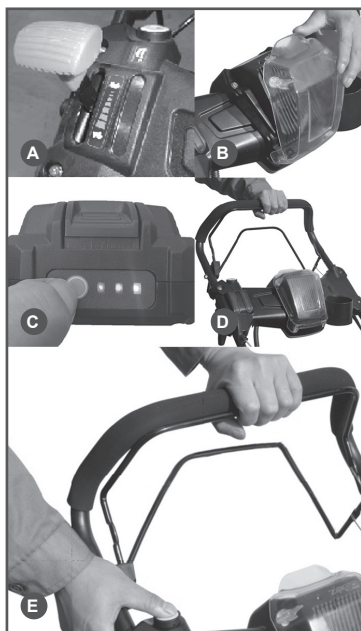

Рис. 9 Запуск двигателя электрическим стартером
1. Откройте крышку отсека и установите аккумулятор или проверьте, правильно ли установлен аккумулятор (Рис. 9В).
2. Рычаг газа установите в положение 1/3 шкалы увеличения оборотов двигателя (Рис. 9А).
3. Нажмите кнопку питания, показывающую состояние заряда аккумулятора, и убедитесь, что заряд аккумулятора достаточен – светятся 2 или 3 светодиода (Рис. 9С). При необходимости зарядите аккумулятор (раздел ОБСЛУЖИВАНИЕ АККУМУЛЯТОРА).
4. Нажмите и удерживайте рычаг остановки двигателя левой рукой (Рис. 9D). Нажмите кнопку включения электрического стартера правой рукой (Рис. 9Е).
- Рычаг газа установите в положение 1/3 шкалы увеличения оборотов двигателя (Рис. 9А).
На газонокосилке предусмотрена регулировка скорости движения. Изменение скорости движения производится рычагом газа (Рис. 9А). Движение ручки газа вперед приводит к увеличению скорости движения газонокосилки.